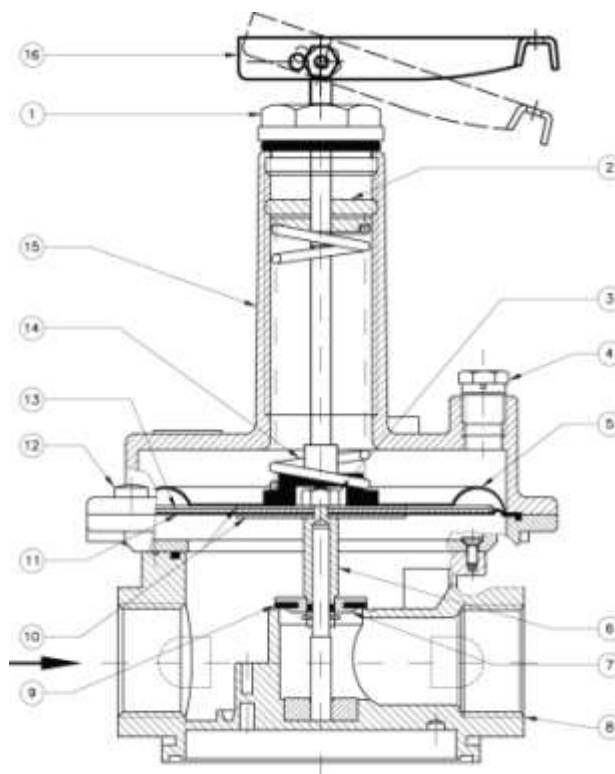

Рис. 1
Клапан (рис. 1) состоит из: алюминиевый колпачок (1); регулировочный винт (2); гайка блокировки мембраны (3); пылезащитный колпачок (4); защитная мембрана (5); центральный шток (6); затвор (7); корпус (8); прокладка (9); диски мембраны (10); рабочая мембрана (11); винты крепления (12); верхний диск мембраны (13); пружина регулирующего устройства (14); раструб (15); рукоятка механизма тестирования (16).